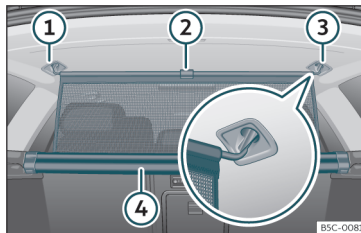

Fig. 131 Nel bagagliaio: agganciare la rete divisoria.
- Tirare verso l'alto la linguetta >>> **fig. 131** ② per estrarre la rete dalla scatola ④
- Fissare la rete divisoria sul lato destro o sinistro ③ (immagine ingrandita).
- Fissare la rete divisoria nell'alloggiamento del lato opposto ① tirando la barra.